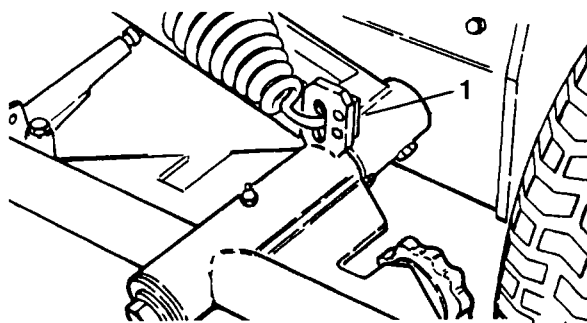

Fig. 49
1. Huk den ene enden av fjæren i andre hull (nedenfra) på klippeenhetens løfteøre (fig. 49).